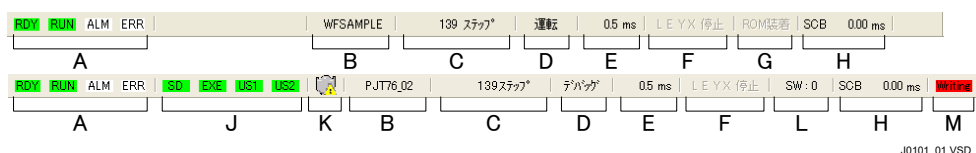

図 J1.1 動作モニタバー
CPU の動作状態は、動作モニタで確認することができます。動作モニタは、図 J1.1 に示すように、バー形式で表示されます。FA-M3 と接続を行うと、自動的に表示されますが、メニューバーの「表示 (V)」－「動作モニタ (M)」を選択すると、動作モニタの表示／非表示を切り換えることができます。動作モニタバーで表示される項目はシーケンス CPU 機種により異なります。